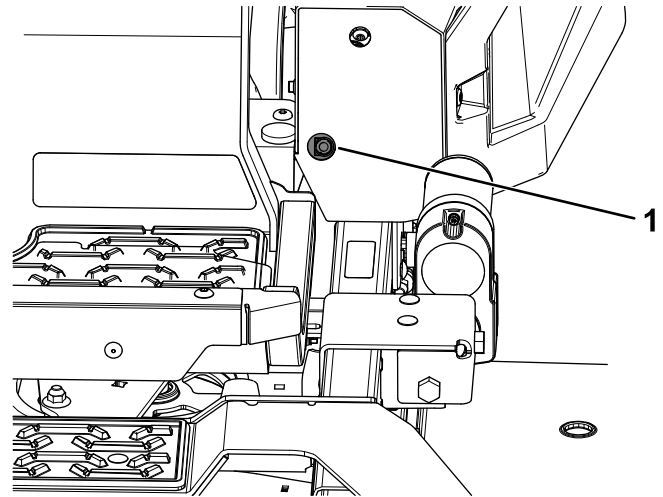
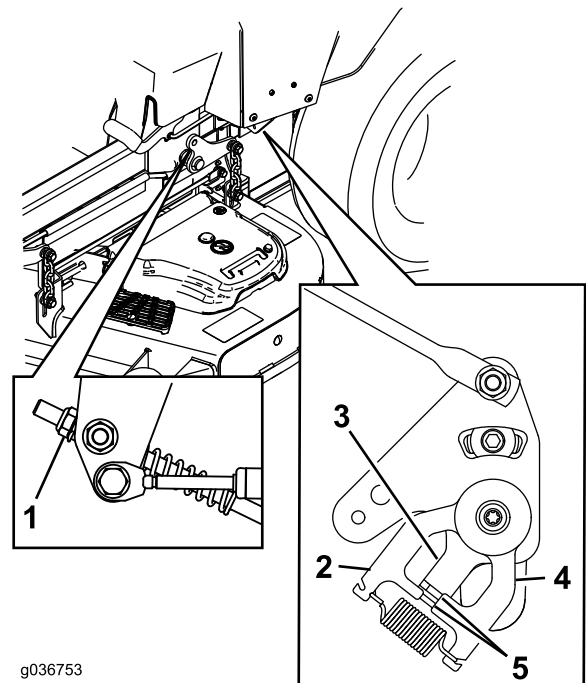

Figura 63
Figura 64
11. Ajuste la longitud de las varillas de control de las bombas girando la tuerca en el sentido apropiado, hasta que las ruedas se muevan ligeramente en marcha atrás (Figura 63 y Figura 64).